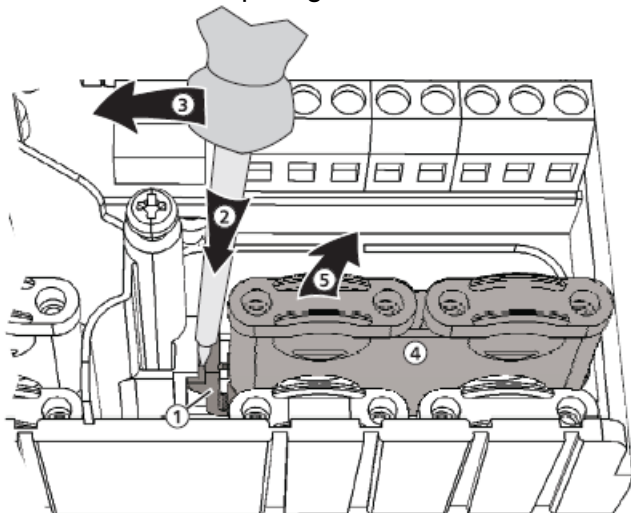

Figure 5 : retrait du pont gauche
1. Insérez un tournevis plat sous le pont en plastique droit entre le boîtier et la pince à ressort ①, ② (Figure 5).
2. Poussez délicatement le tournevis vers la gauche ③. Tournez la pince à ressort vers la droite jusqu'à ce que le pont en plastique ④ soit dégagé.
3. Soulevez le pont en plastique à la main ⑤.